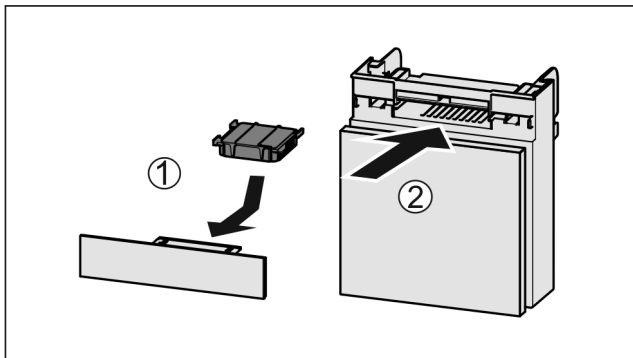

Fig. 221
- Vendosni filtrin me karbon aktiv siç tregohet në figurë Fig. 221 (1).
- Futni kutinë në vend Fig. 221 (2).